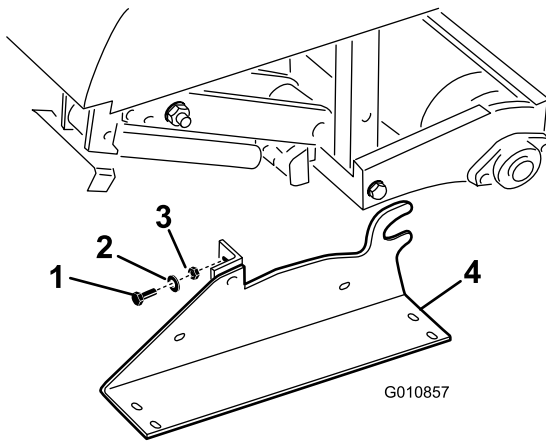

Bild 34
2. Entfernen Sie die Schrauben, Sicherungsscheiben und Muttern, mit denen die Sicherheitsständer an jedem Ende des Aerifizierers befestigt sind (Bild 34).